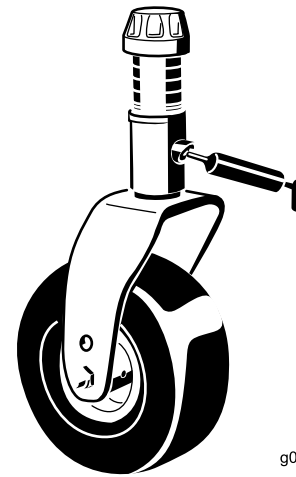

**Figura 38**
- 3 cuscinetti dell'asse del mandrino – situati sotto la puleggia (Figura 38)
- 2 boccole orientabili del braccio di rinvio (Figura 38)